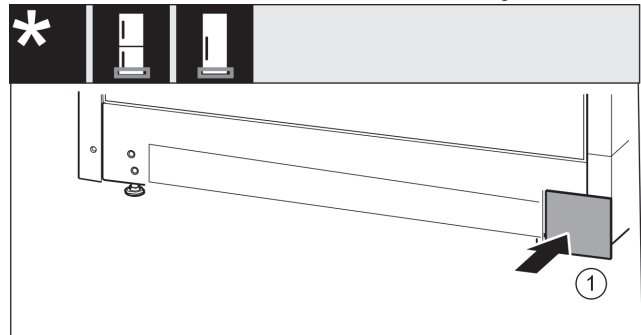

Fig. 44
- ▶ Abdeckung Fig. 44 (1) auf der anderen Seite wieder aufsetzen.